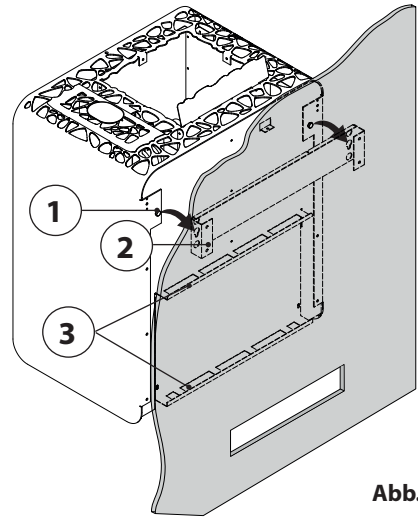

Abb. 6
- Den Saunaofen mit den beiden Sechskantköpfen (1) auf der Ofenrückseite in der Wandhalterung (2) einhängen und an den beiden Abstandhaltern (3) anlegen (Abb. 6).